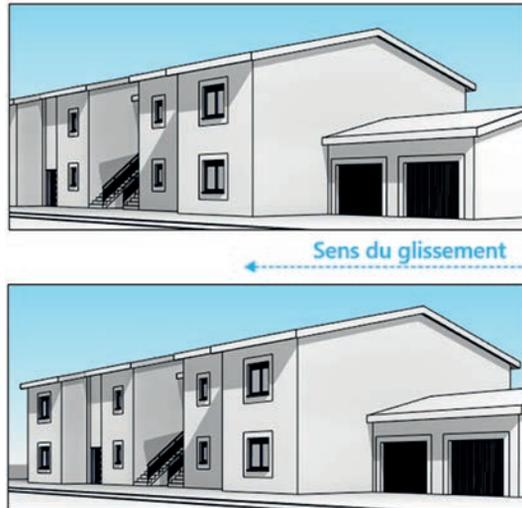

Fig. 1.14
- *Déplacer/Recentrer les limites de cadrage* : cette fonctionnalité permet de repositionner les limites de cadrage de la vue (fig. 1.14). L'opération se déroule comme pour l'ajustement de la focale. Activez l'outil, cliquez, maintenez le clic et repositionnez les limites de cadrage. L'option recentrer repositionne les limites de cadrage par rapport au point de visée.